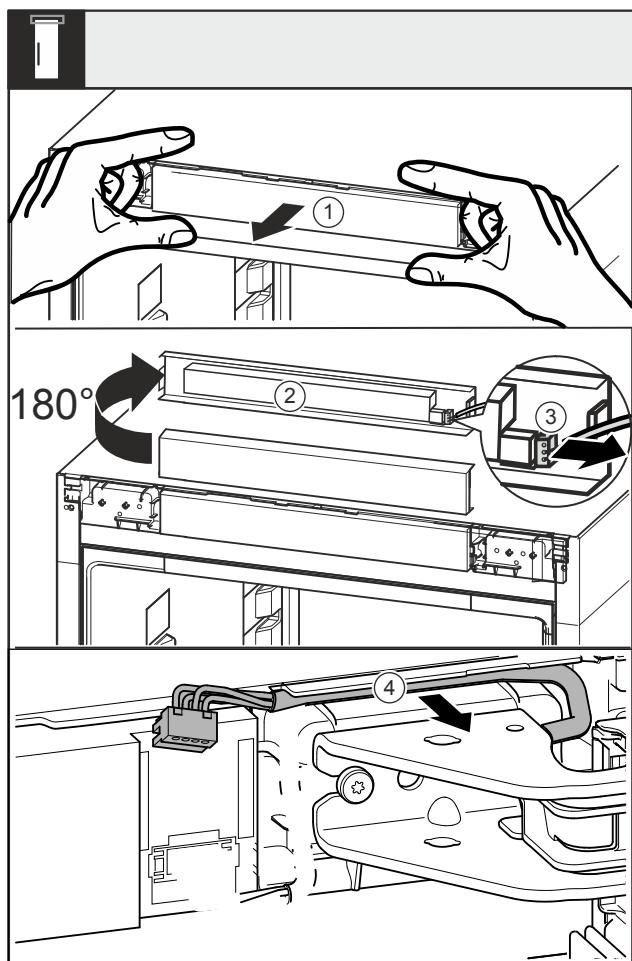

Fig. 16
- Ослабте панель Fig. 16 (1) у напрямку вперед.
- Поверніть панель Fig. 16 (2) вгору на 180°.
- Притисніть фіксовальний виступ на штекері Fig. 16 (3) вниз та обережно витягніть штекер.
- Від'єднайте кabel Fig. 16 (4) над опорним кронштейном від направляючої.